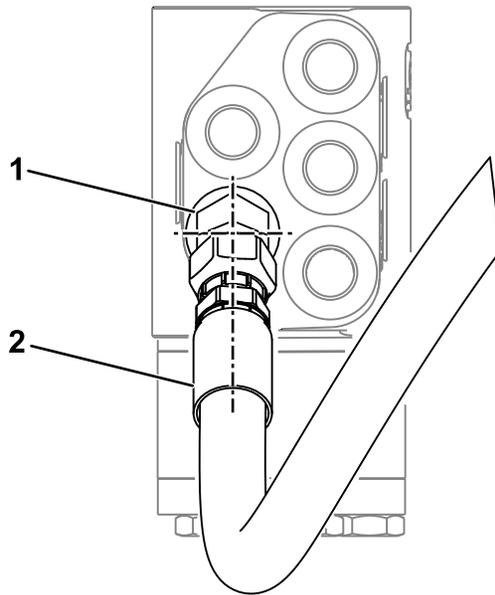

**Bild 9**
2. Verbinden Sie den 45°-Hydraulikschlauchanschluss mit dem neuen geraden Anschluss und richten Sie ihn auf 50° aus, wie in Bild 9 gezeigt.
6. Stellen Sie sicher, dass der Schlauch und die Armaturen wie in Bild 9 und Bild 10 gezeigt ausgerichtet sind und dass der Schlauch nicht verdreht ist, wenn er neben den vorhandenen Hydraulikleitungen verlegt wird.